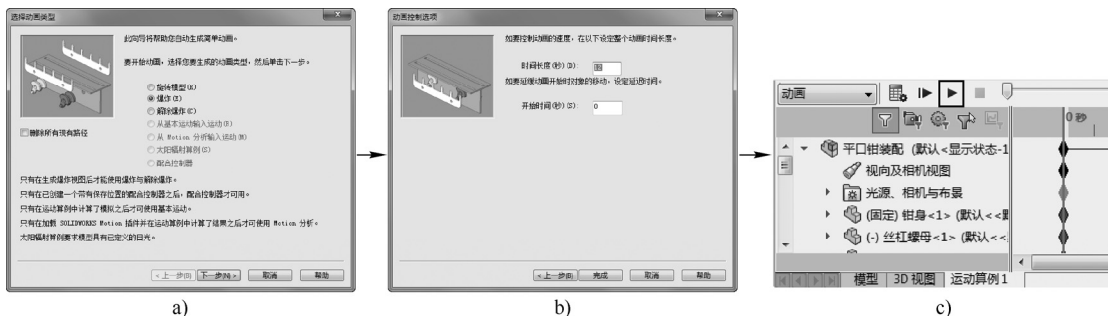

图 11-7 创建爆炸动画并进行播放设置
STEP 3 在“运动算例”操控面板中单击“动画向导”按钮，在打开的“选择动画类型”对话框中选中“爆炸”单选按钮，并单击“下一步”按钮，设置动画长度为“12”s，动画开始时间为“0”秒，单击“完成”按钮，即可完成爆炸动画的创作，如图 11-7 所示。